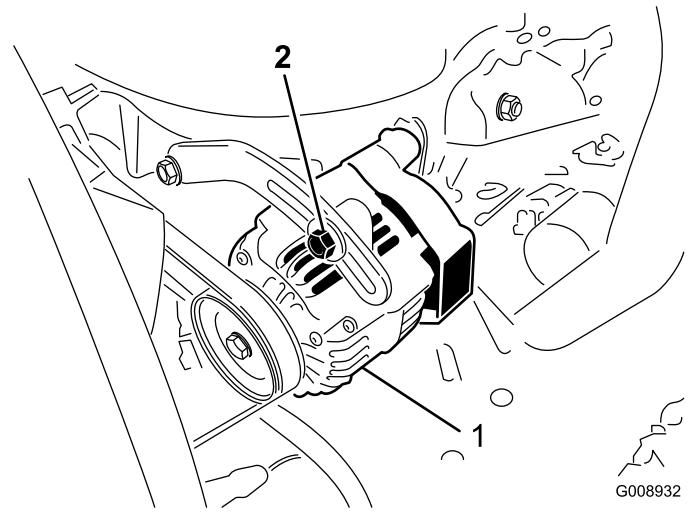

Figure 52
Vérifiez l'état et la tension des courroies (Figure 52) toutes les 100 heures de fonctionnement.
2. Si vous n'obtenez pas une flèche de 10 mm, desserrez les boulons de fixation de l'alternateur (Figure 52). Augmentez ou diminuez la tension de la courroie et resserrez les boulons. Contrôlez de nouveau la flèche de la courroie pour vérifier si la tension est correcte.